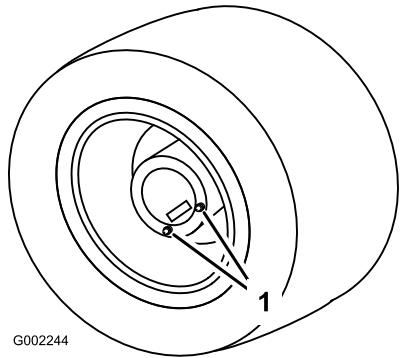

图61
1. 将打药车停放在水平地面上、如**图61**将后轮置于所示排油位置。
3. 在排油塞下面放置一个盘子、然后从车轮上拆下排油塞（**图61**）。